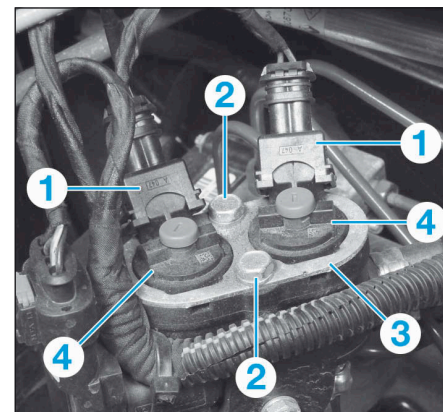

FIG.40
- Débrancher les connecteurs (1) des injecteurs (Fig.40).